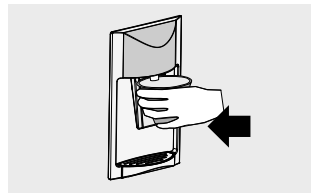

Figura 72
- El dispensador se debe usar sólo con agua. (Figura 72)